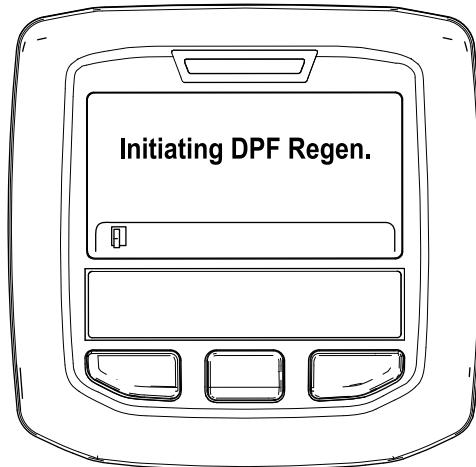

Bild 47
- Die Meldung „Initiating DPF Regen.“ wird angezeigt (Bild 47).